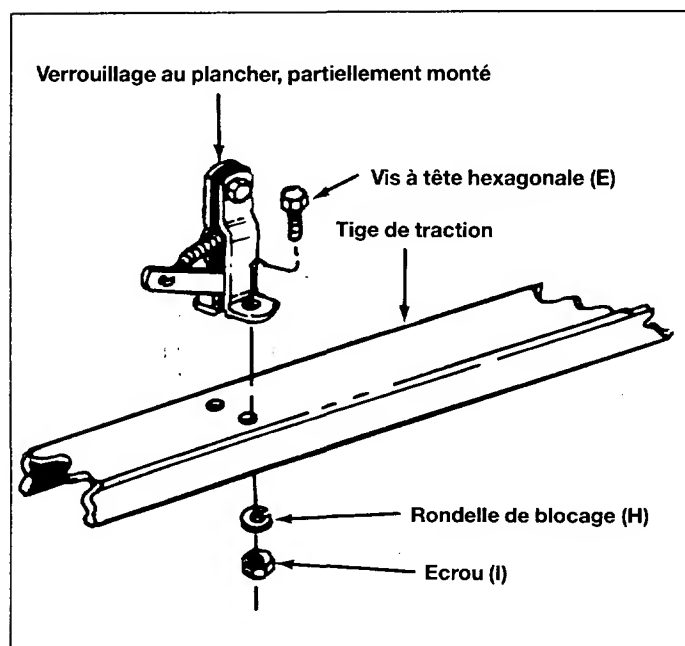

Fig. 13
18. Montez le verrouillage au plancher (BB) sur la tige de traction. Utilisez des vis de 6x16 mm (E), des rondelles de blocage (H) et des écrous (I). Voir la figure 13.